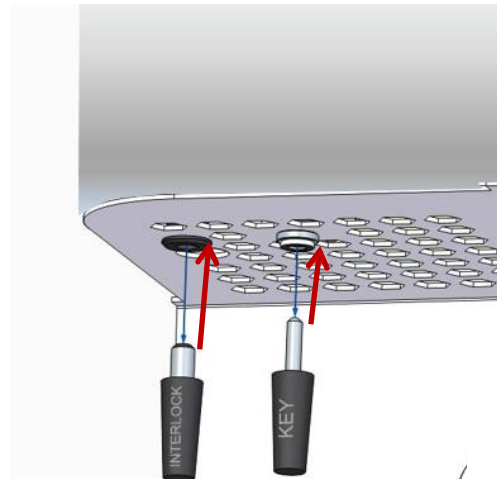

Fig. 7-6 – Dettaglio chiavi codificate
- Alloggiamento per le chiavi codificate (spinotti jack) per l'abilitazione della saldatrice (Fig. 7-6);